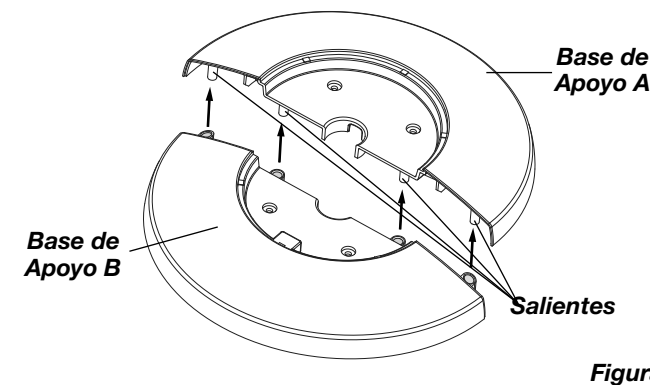

Figura 1
- Arme las **Bases de Apoyo** interconectando las **Salientes** en la **Base de Apoyo A** dentro de los **Orificios de Salientes** en la **Base de Apoyo B**. Introduzca el **Cable Eléctrico** a través del orificio grande en el centro de la **Montura de la Base de Apoyo**. (**Figura 1**)